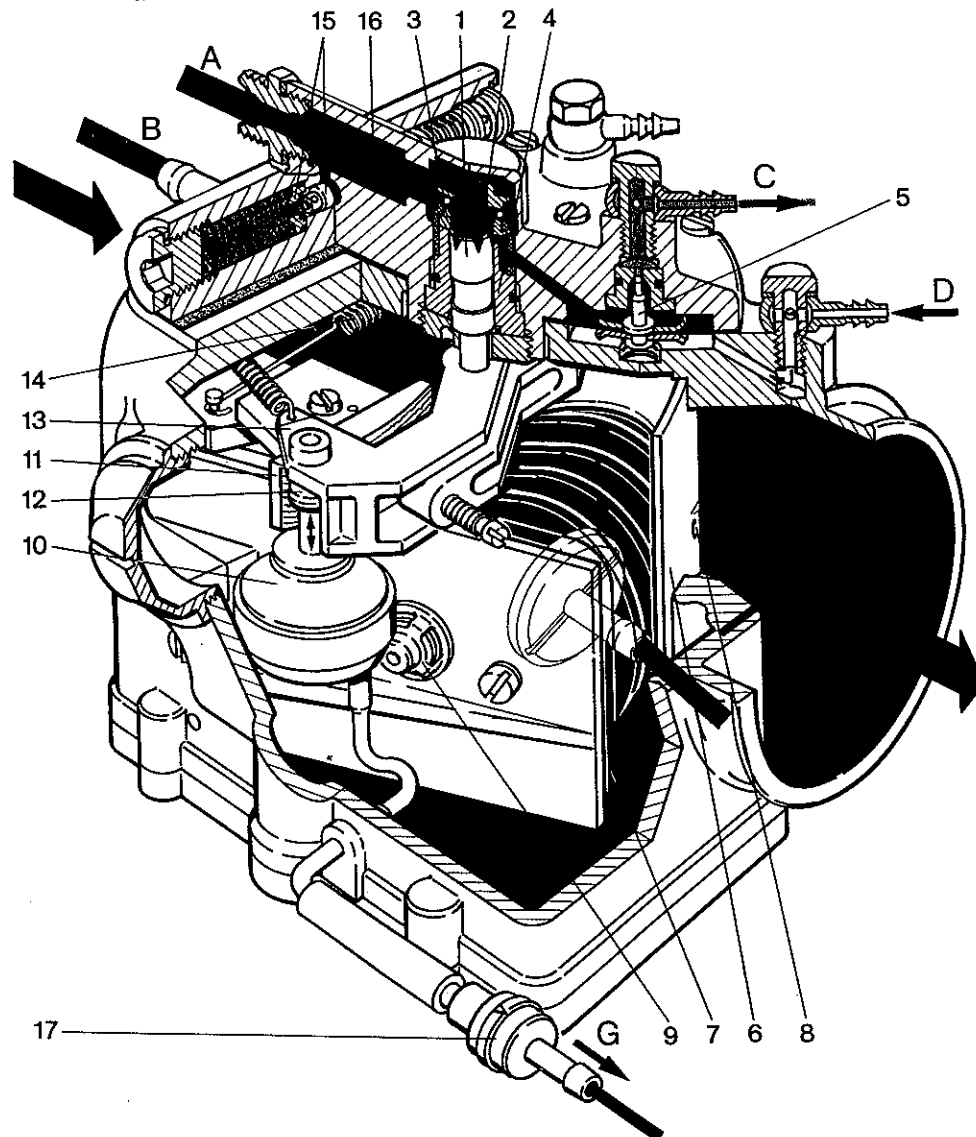

Bild 3
a) Luftmengenmesser (Bild 3)
b) Kraftstoffmengenverteiler (Bild 3)